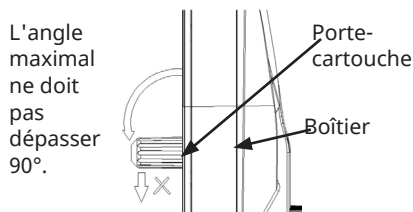

Figure 10
4. Assurez-vous que le régulateur de pression sur le dessus du couvercle est en position « - ». Tournez le porte-cartouche du cache supérieur vers l'extérieur de l'angle approprié. L'angle doit être au maximum de 90 degrés. Libérez le porte-cartouche de CO₂ (voir figure 10). Insérez une cartouche de CO₂ dans le support et tournez-la rapidement et avec précaution (dans le sens des aiguilles d'une montre) jusqu'à ce que vous entendiez un déclic